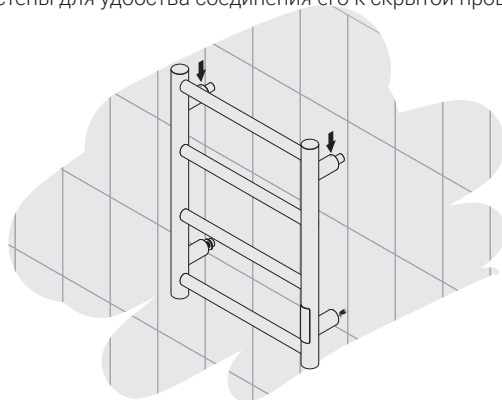

Рис.12
4.3.4. Сделать метки на стене (см. рис. 1). При монтаже через скрытую проводку используются три точки крепления. В месте четвёртого крепления рассчитывается вывод кабеля из стены (рис. 12).
4.3.6. Произвести «**черновой**» монтаж полотенцесушителя, используя стопорные винты в верхних креплениях (рис. 12). Длинные шайбы скрытого крепления позволяют при установке отодвинуть полотенцесушитель от стены для удобства соединения его к скрытой проводке.